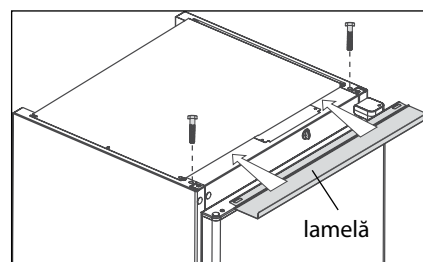

Figura 7 – Instalarea lamelei
- deșurubați cele două șuruburi, în conformitate cu figura 7, instalați lamela și fixați-o cu două șuruburi la margini;